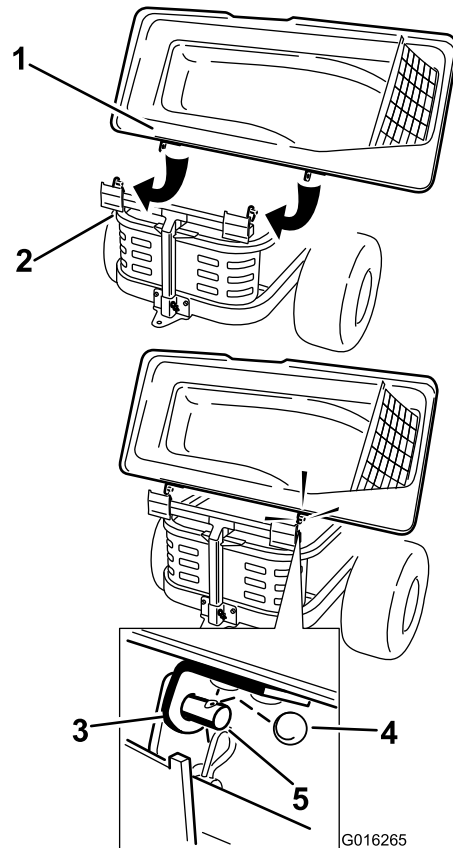

Figura 21
2. Deslize os suportes sobre os postes na estrutura do depósito de recolha e instale o perno de gancho circular no furo no poste do lado direito (Figura 21).